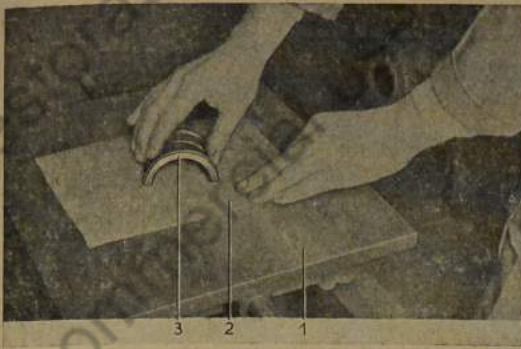

Bild 113: Stoffflächen der Lagerschale abziehen
4. Obere und untere Lagerschale im Stoß gleichmäßig auf Tuschierplatte mit Schmirgelleinenunterlage abziehen (Bild 113). Die Lagerschalen für das mittlere und hintere Lager in gleicher Weise nachsetzen.